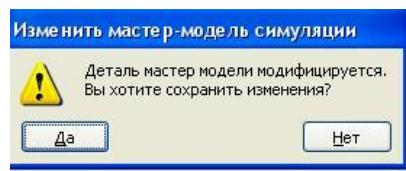

рис.17
- При этом иногда появляется сообщение рис.17. Отвечаем – ДА.